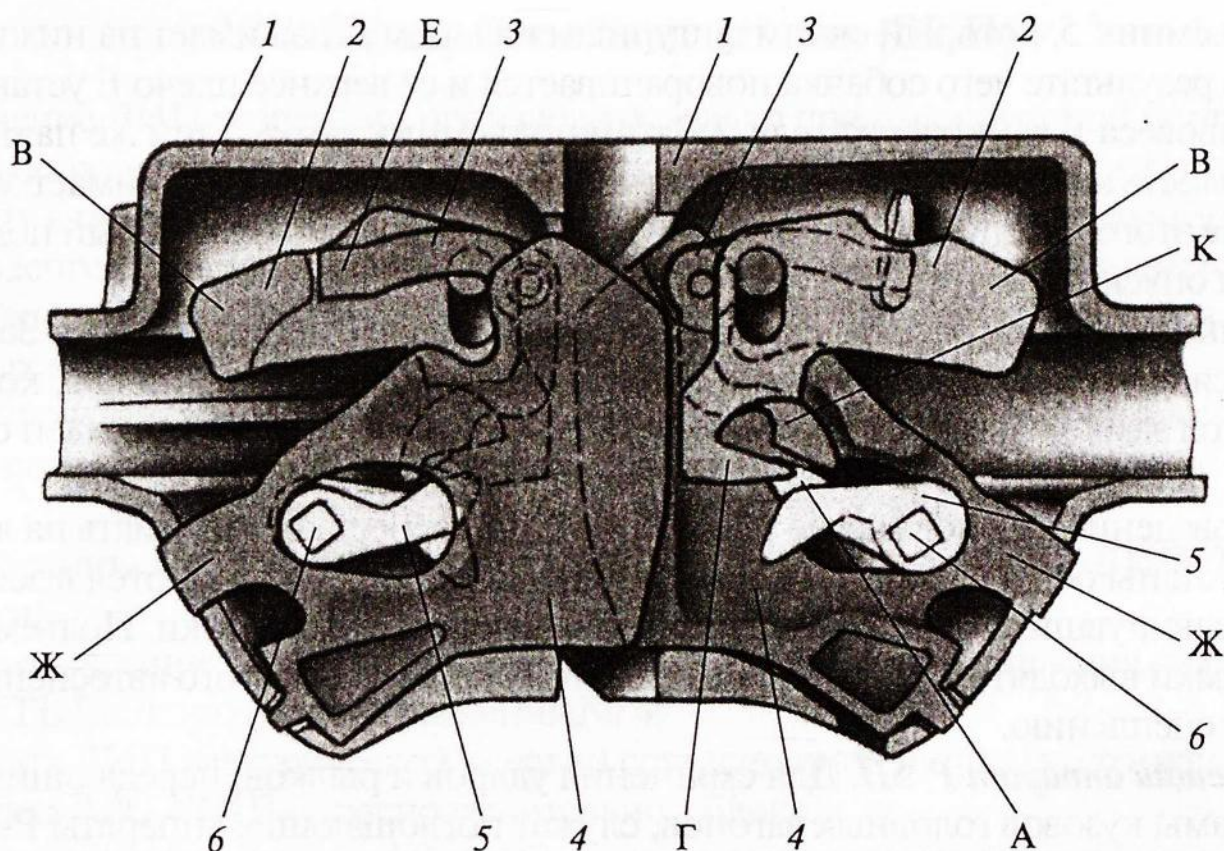

Рис. 3.24. Разрез автосцепки в сцепленном состоянии двух единиц подвижного состава:
**Сцепление вагонов.** Перед сцеплением замок 4 (рис. 3.24) и лапа автосцепки выступают в ее зев. Верхнее плечо Е собачки 3 лежит на полочке малого зуба и располагается выше противовеса В замкодержателя 2. При сцеплении вагонов малый зуб одной автосцепки скользит по скошенной поверхности большого или малого зуба другой и входит в зев. Далее он нажимает на замок 4 и вводит его внутрь корпуса 1, затем нажимает на лапу Г замкодержателя 2 и освобождает замок 4.